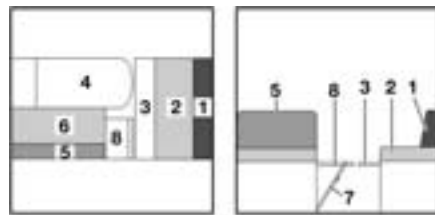

Bild 128 Während des Umbaus
- Sitzbankverlängerung (Bild 128,8) nach oben klappen und mit Klappe verkeilen.
- Bettkasten-Verlängerung (Bild 128,3) herausziehen.
- Das Sitzpolster (Bild 128,2) der Längssitzbank zur Mitte ziehen.
- Das Rückenpolster (Bild 128,1) der Längssitzbank zwischen das Sitzpolster und die Wand legen.
- Das Sitzpolster (Bild 128,6) nach vorn auf den Tisch ziehen.
- Das Rückenpolster (Bild 128,5) abnehmen und beiseite legen.